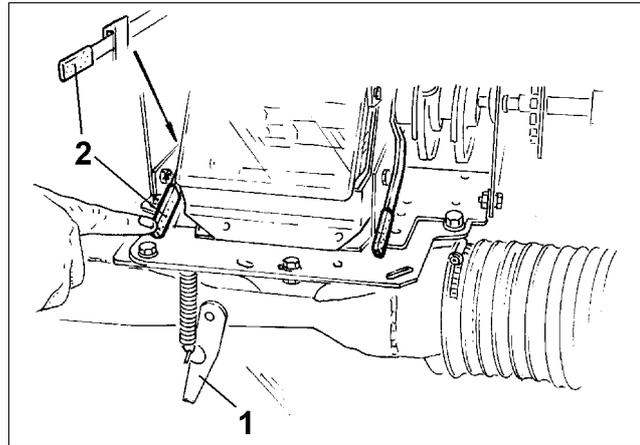

Fig. 104
- Injektorschleusenklappe (Fig. 104/1) und
Zum Öffnen der Restentleerungsklappe hinter der Dosiereinheit Hebel (Fig. 104/2) nach unten drücken und arretieren.